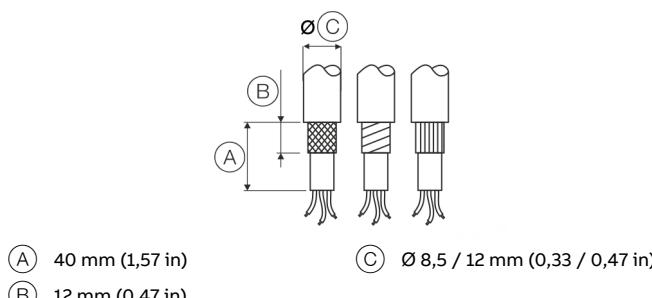

Figure 5 : Isolation des câbles de raccordement
2. Isoler le câble conformément à Figure 5.